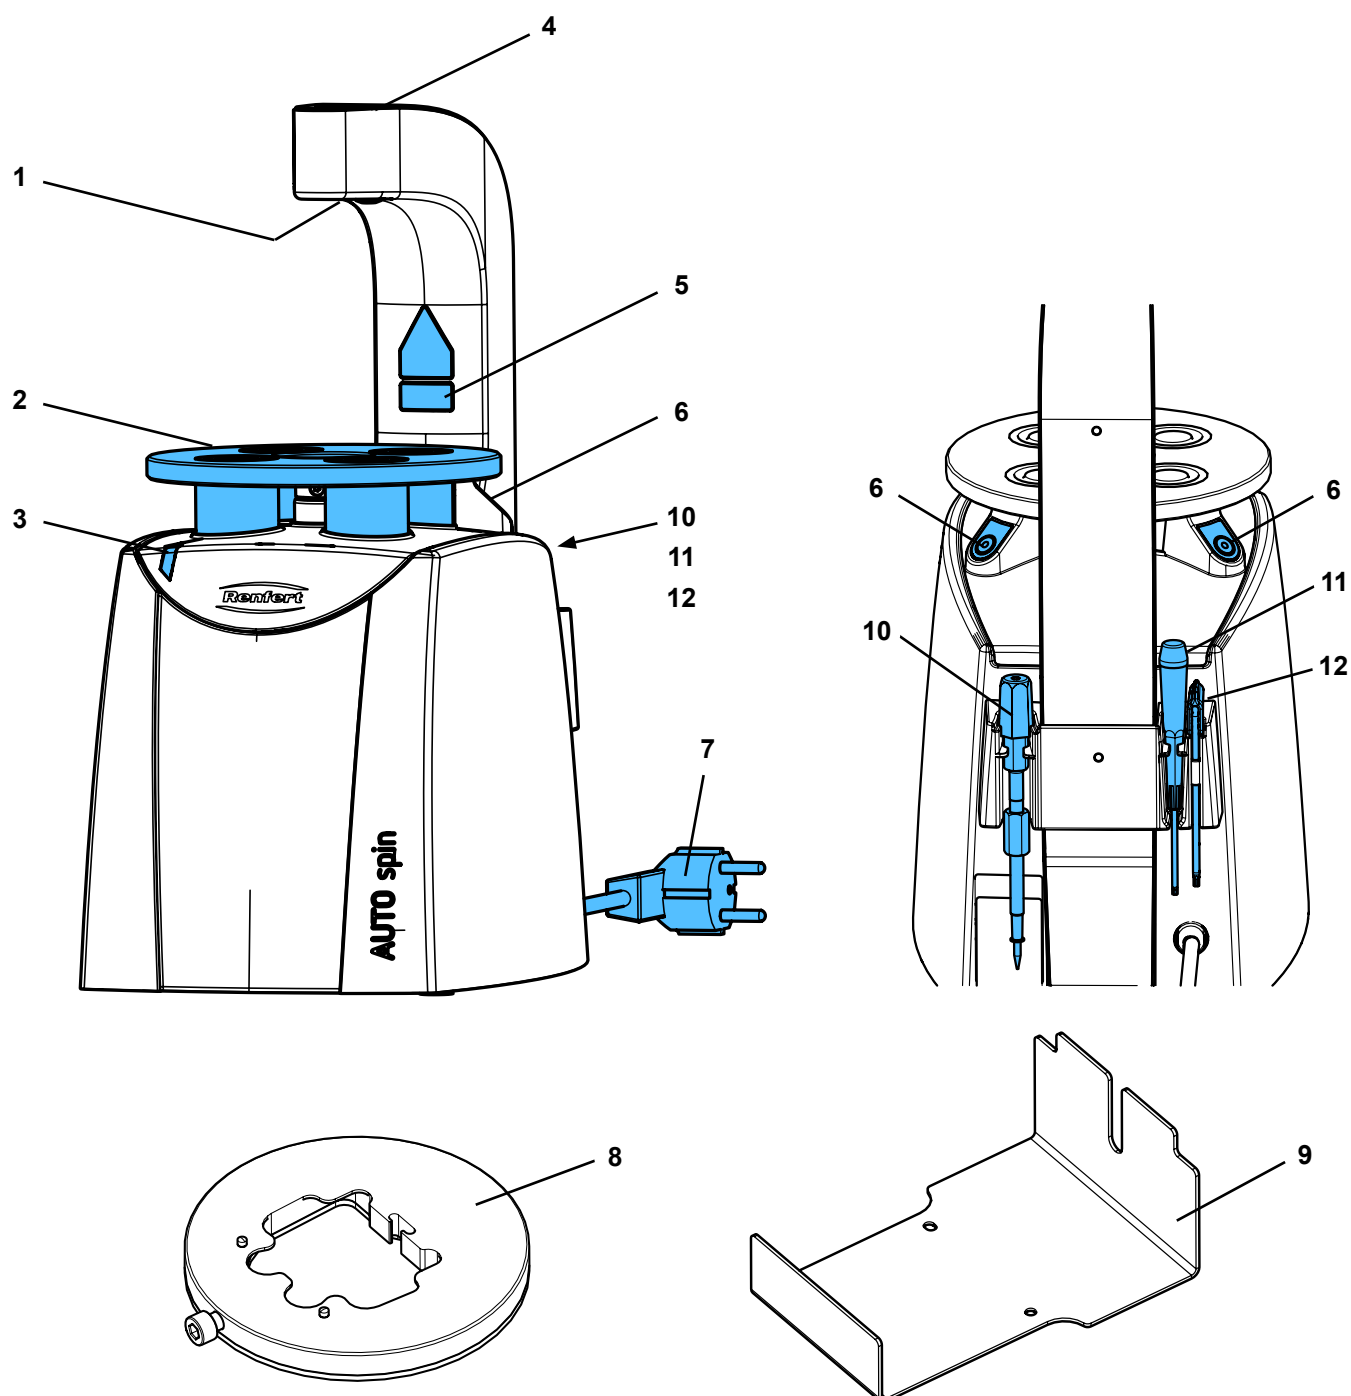

Fig. 1
- ⇒ Saque la indicación de peligro del láser que figura en su idioma nacional del juego de adhesivos y péguelo sobre la indicación de peligro actual (5, Fig. 1).
- ◆ parpadea el indicador de funcionamiento (3, Fig. 1).
- ⇒ Pulsar y mantener pulsadas ambas teclas de funcionamiento (6, Fig. 1).
- ◆ El indicador de funcionamiento (3, Fig. 1) se ilumina.
- ◆ El puntero láser (1, Fig. 1) se ilumina.
⇒ Para activar el proceso de taladrado, se deben pulsar a la vez ambas teclas de mando (6, Fig. 1).